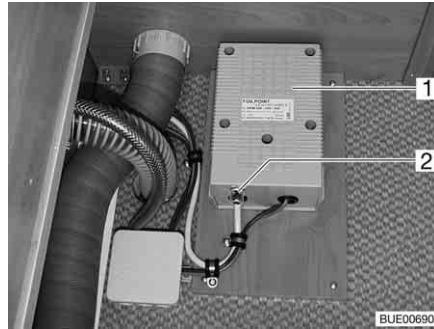

Bild 131 Transformator för elektrisk golvvärme
Transformatorn (Bild 131,1) för den elektriska golvvärmen finns, beroende på modell, i sittbänken eller sänglådan.
Om transformatorn överbelastas aktiveras överbelastningsskyddet. Stiftet (Bild 131,2) skjuts ut.
- Tryck in stiftet (Bild 131,2) på överbelastningsskyddet igen när transformatorn har svalnat.